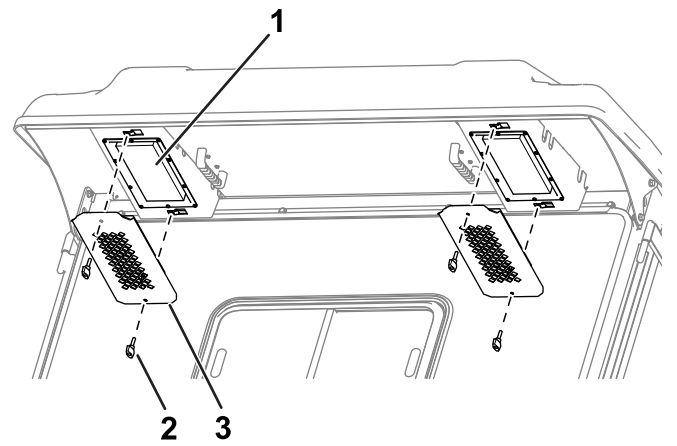

Figura 87
1. Remova os manípulos e grades da parte suspensa traseira da cabina (**Figura 87**).
4. Utilize os manípulos e grades para instalar os filtros na cabina (**Figura 87**).